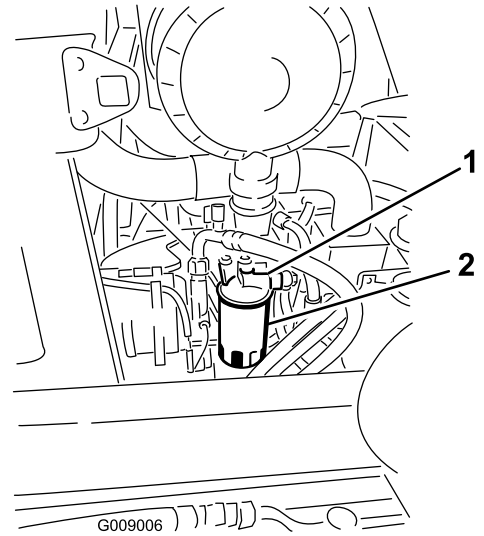

図 65
1. 燃料フィルタのヘッドの周囲をきれいに拭く (図 65)。
2. フィルタを外してフィルタヘッドの取り付け部をきれいに拭く (図 65)。